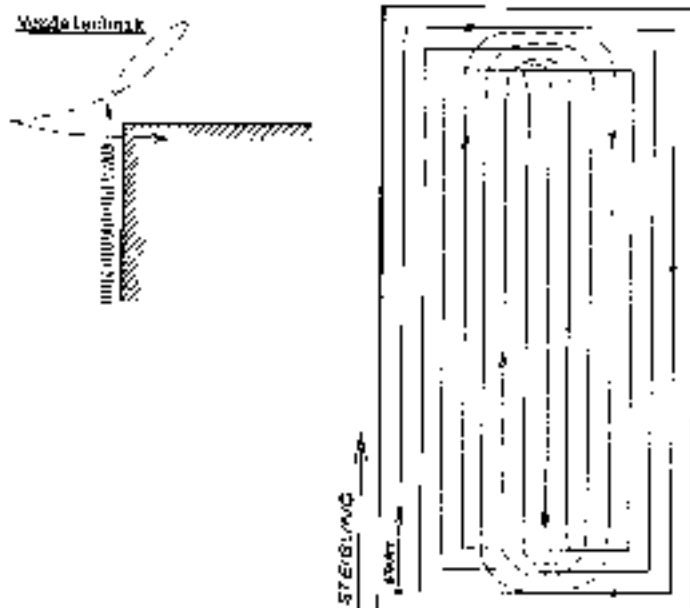

Fig. 18
a) Parzellen in Falllinie (Fig. 18)